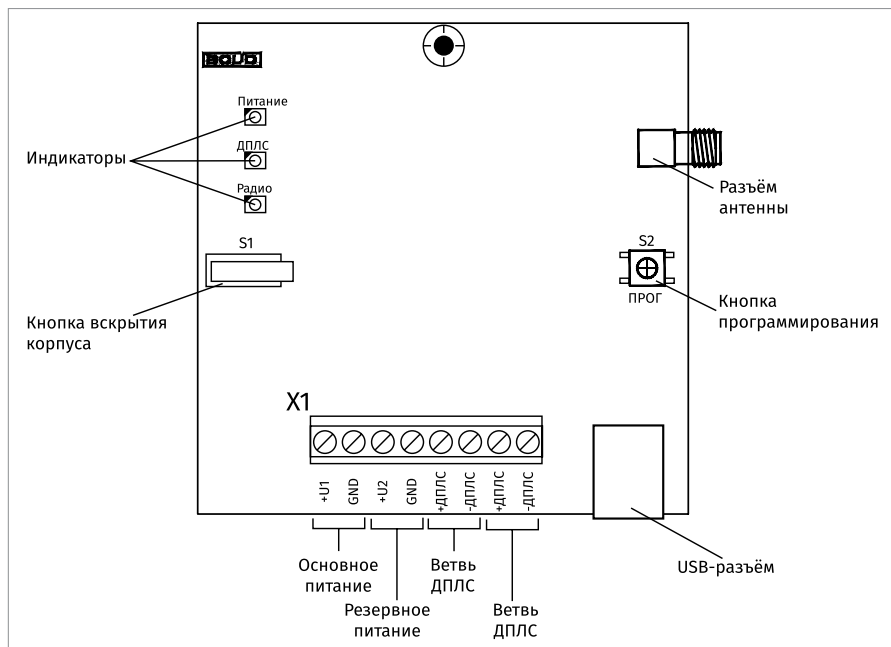

Рисунок 9. Схема подключения C2000P-APP125
2. Схема внешних соединений приведена на Рисунок 9.